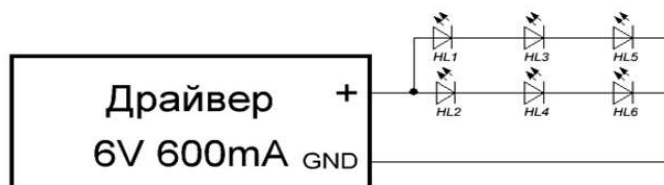

Рисунок 2 – Параллельное соединение светодиодов
– при параллельном включении светодиодов (рис. 2) будет достаточно драйвера на 6 В, но потребляемый ток будет примерно в 2 раза больше, чем при последовательном соединении.